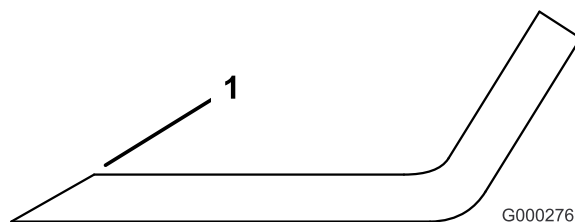

Figure 23
3. Examinez les tranchants de toutes les lames et affûtez-les s'ils sont émoussés ou ébréchés. N'aiguissez que le haut du tranchant et conservez l'angle de coupe d'origine pour obtenir une coupe nette (Figure 23). Limez la même quantité de métal sur chacun des deux tranchants pour ne pas déséquilibrer la lame.